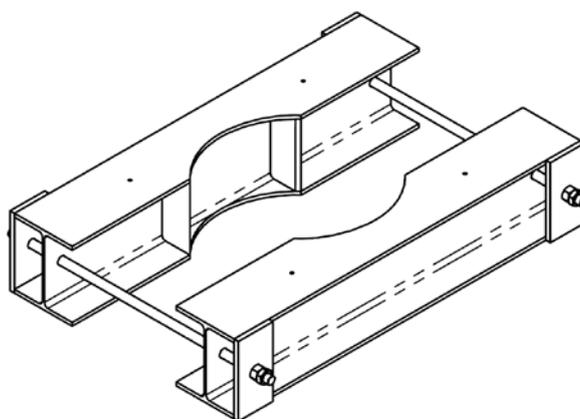

Figura 4-4: Dispositivo típico de sujeción
- Se deben izar los conjuntos de columna y tazón utilizando un dispositivo de sujeción apropiado. El dispositivo debe asegurarse positivamente al elemento que se está izando y tener suficiente fuerza para soportar el peso del conjunto. Un diseño de dispositivo común emplea vigas y varillas roscadas que se pueden fijar alrededor del conjunto (consulte Figura 4-4 en la página 16). Cuando se realice la sujeción a la columna roscada, el acoplamiento de la columna superior debe estar totalmente instalado para proporcionar un tope para la abrazadera de izaje colocada debajo del acoplamiento. Si la columna es suministrada con orejas de izaje opcionales, pueden utilizarse para izar el conjunto.